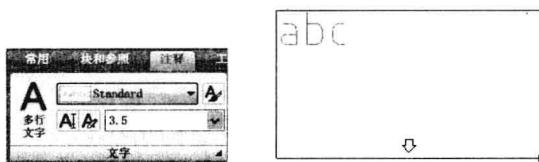

图 5-2-8
- (1) 单击“常用”选项卡，在“注释”面板中单击“多行文字”按钮A。
- (2) 命令行提示“指定第一角点”，单击一点，确定第一角点的位置。
- (3) 命令行提示“指定对角点或 [高度(H)/ 对正(J)/ 行距(L)/ 旋转(R)/ 样式(S)/ 宽度(W)/ 栏(C)]”，移动鼠标，拖出一个矩形文本输入框，如图 5-2-8 所示。